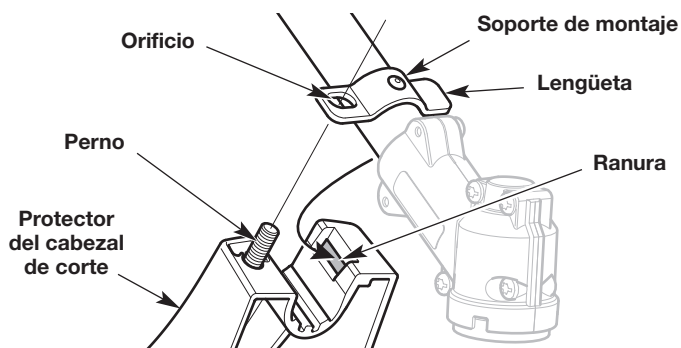

Fig. 3
2. Inserte la lengüeta corta (la que no tiene orificio) en el soporte de montaje dentro de la ranura del protector del cabezal de corte (Fig. 3).
3. Rote el protector del cabezal de corte hasta que el perno en el protector del cabezal de corte sobresalga a través del orificio del soporte de montaje (Fig. 3).